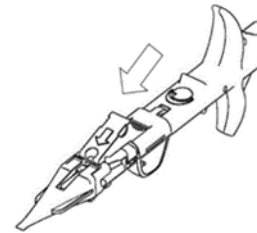

Fig.5
7. Pousser le taquet rouge vers l'avant jusqu'au clic pour sécuriser le bec de la cartouche et en même temps pour relâcher la tige de poussée comme montré en Fig.5. Éviter la poussée prématurée de la tige qui est librement mobile après cette étape.